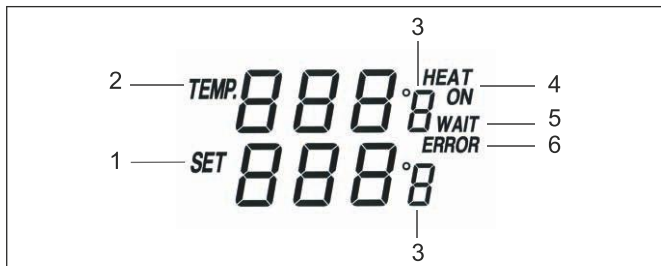

Fig.41: LCD-display
1. Tænd loddestationen på tænd/sluk-knappen (2).
2. Tryk på °C/°F-valgknappen (9) for at skifte mellem temperaturrehederne °C og °F. Den valgte enhed vises på displayet.
3. Indstil den ønskede loddetemperatur ved hjælp af temperaturforvalgsknapperne „200 °C“, „300 °C“ og „400 °C“ (10) og „UP“- og „DOWN“-knapperne.
*F.eks. 300 °C: Når du har trykket på knappen „300 °C“, vises den valgte temperatur på displayet „SET 300 °C“. Den øverste værdi til højre ved siden af „Temp“ stiger i retning af 300 °C. I højre side af displayet vises „HEAT ON“ - Opvarmning aktiv - og „WAIT“ - Vent -. Se fig. 41. Meddelelsen forsvinder, når 300 °C er nået, og opvarmningen er afsluttet. Meddelelsen „WAIT“ vises derefter kun på displayet, når loddekolbens temperatur stiger eller falder med mere end 10 °C / 50 °F, og loddestationen igen regulerer temperaturen til den indstillede værdi. Udsving på ca. 10 °C / 50 °F omkring den indstillede temperaturværdi er normal.*